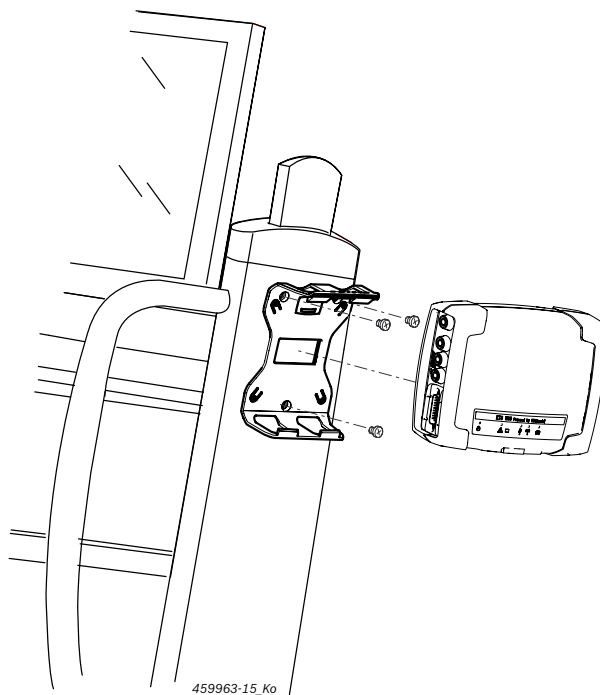

Abb. 7: Montasje av festedel
1. Med linseskruene som er med i leveransen, skrues festedelen til utstyrvognen (Fig. 7).